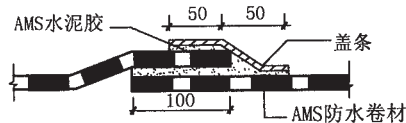

图2 盖条接缝方式
2) 地下工程的防水卷材接缝宜采用盖条接缝方式, 用AMS水泥胶作搭接粘贴后, 再用10~20mm宽的卷材作盖条, 盖条与搭接缝需涂刷AMS水泥胶。(见图2)